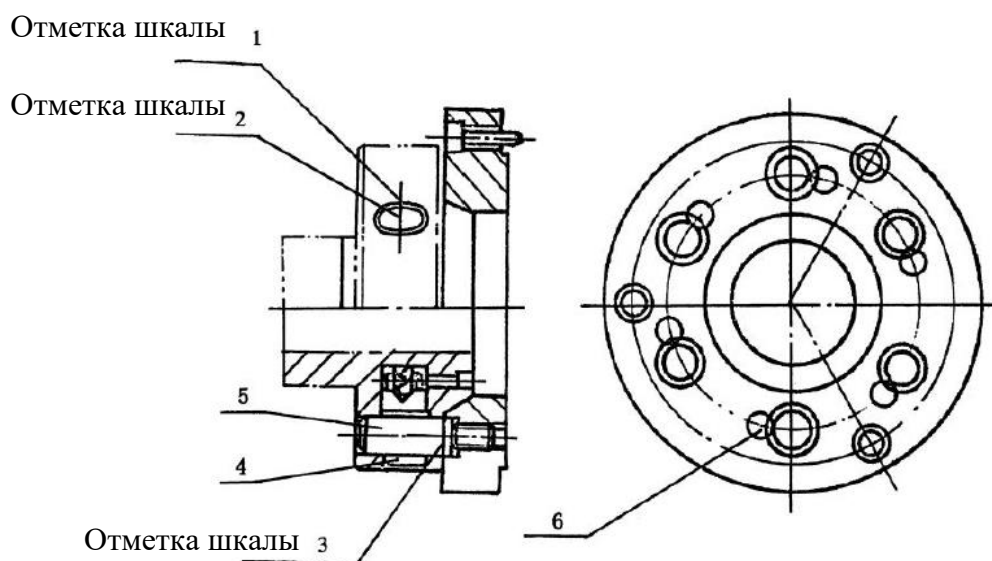

Рис. 11-11. Установка патрона или приводной пластины на шпиндель
При монтаже совместите опорную линию 2 на кулачке (4) с опорной линией 1 на переднем конце шпинделя; совместите опорную линию 3 на шпильках патрона или приводной пластины с левой стороной патрона или приводной пластины; затяните их винтом (6). Вставьте шесть шпилек патрона или приводной пластины в шесть отверстий в переднем конце шпинделя и поверните шесть кулачков квадратным ключом, поставляемым в комплекте, до полной блокировки. См. рис.11-11.